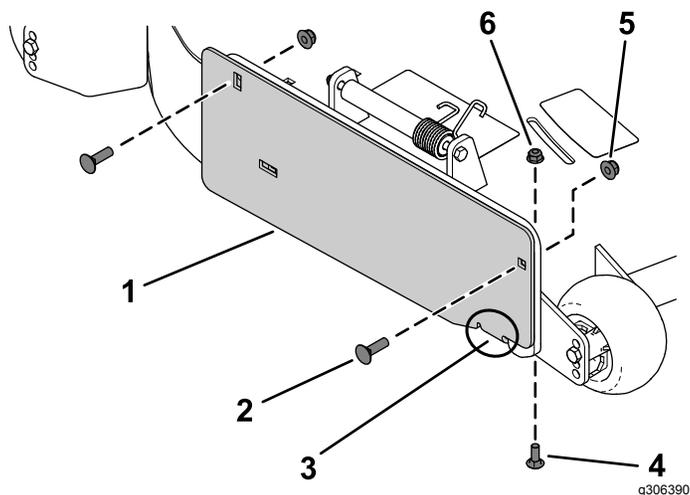

Figure 3
1. Montez la plaque d'éjection à l'extérieur du support de montage à l'aide de 2 boulons de carrosserie (3/8" x 1¼") et de 2 contre-écrous (3/8"), comme montré à la Figure 3.
2. Fixez la patte à l'intérieur du plateau de coupe à l'aide de 1 boulon de carrosserie (5/16" x 7/8") et de 1 écrou à embase (5/16"), comme montré à la Figure 3.